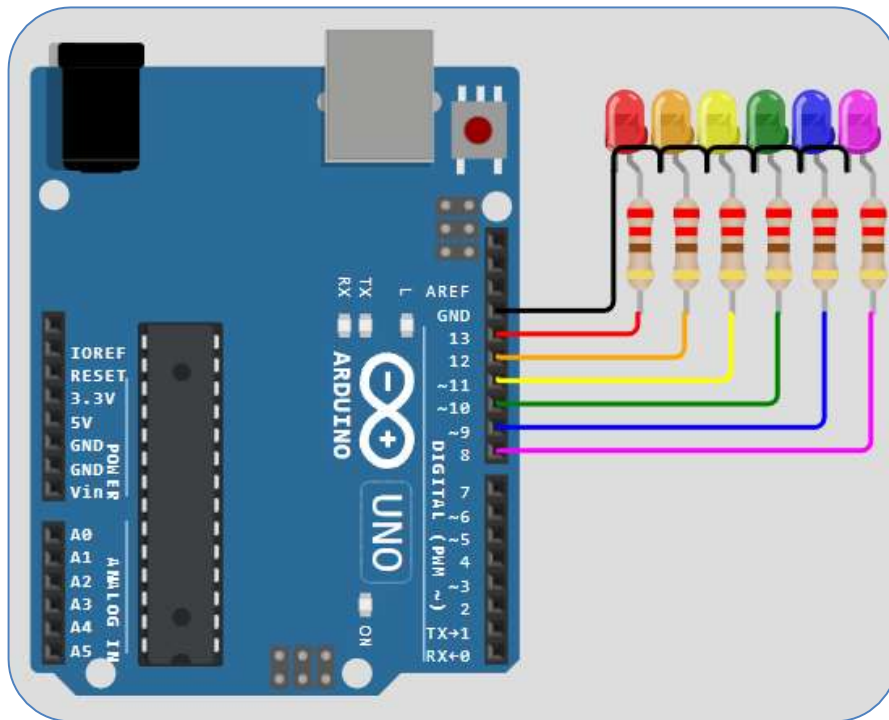

Рис. 1.7. Вигляд зібраної схеми
- с. Побудуйте схему згідно з рис. 1.7 (у середовищі симуляції допускається нехтування обмежувальними резисторами для спрощення схеми).
Для автоматизації конфігурування апаратної частини можна скористатися файлом «**diagram.json**», де зберігаються параметри всіх з'єднань у текстовому форматі. Для отримання ідентичної схеми (рис. 1.7) замініть вміст вкладки «**diagram.json**» наведеним нижче текстом: